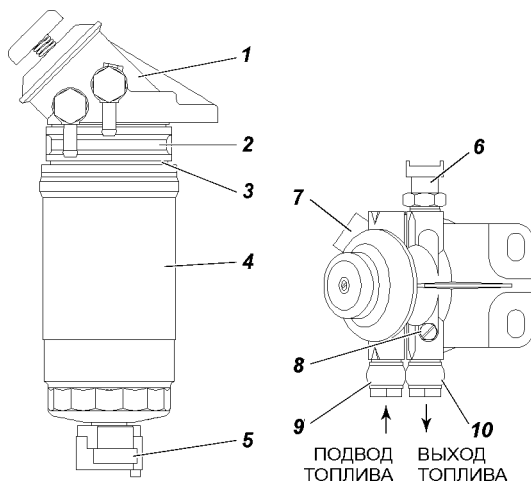

Рис. 9.19. Фильтр тонкой очистки топлива с подкачивающим насосом и датчиком наличия воды в топливе в пробке сливе отстоя:
-первое заполнение системы питания производите с помощью подкачивающего насоса на фильтре тонкой очистке топлива. Стравливание воздуха производите через винт на фильтре тонкой очистки топлива 7 (рис. 9.19);
Фильтр тонкой очистки топлива (BOSCH, A 450 085 725) показан на рис. 9.19.